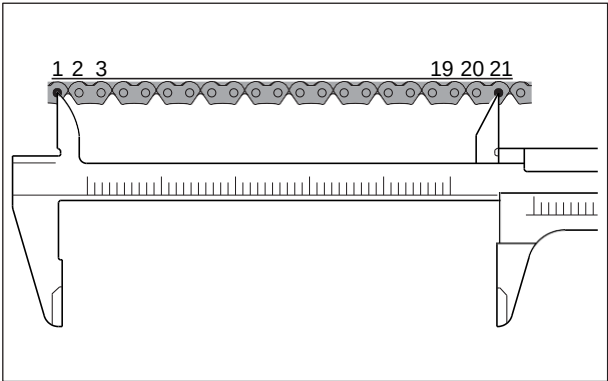

Fig. 3.71
- Verifique la elongación de la cadena, cuente 21 pines en la cadena y mida la distancia entre 20 pasos, como se ve en la imagen. Reemplace la cadenilla por una nueva si el valor medido excede el límite de servicio. (Fig. 3.71)